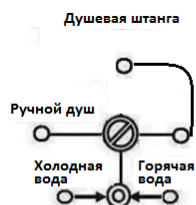

Рис.8
4. Подключение к системе водоснабжения (рис.8,9)
Подсоедините трубы горячего и холодного водоснабжения к выводам смесителя (рис.8,9).